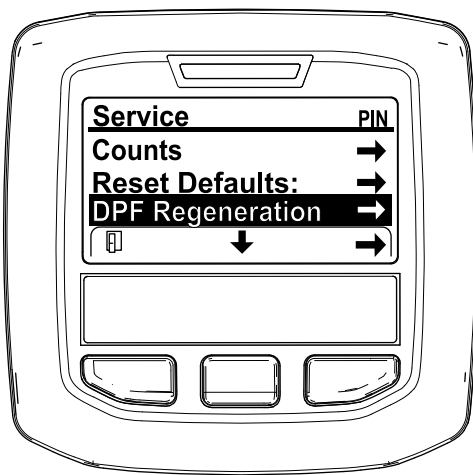

図 43
3. 整備メニューSERVICE MENUで、中央ボタンを押してDPF 再生DPF REGENERATIONへ移動し、右ボタンでDPF 再生DPF REGENERATIONを選択する 図 43。